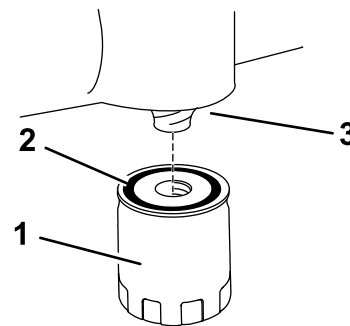

Figure 33
- Posez le filtre à huile de rechange sur le socle de montage. Tournez le filtre dans le sens horaire jusqu'à ce que le joint soit en appui contre le socle, puis donnez de 2/3 à 1 tour supplémentaire (Figure 33).